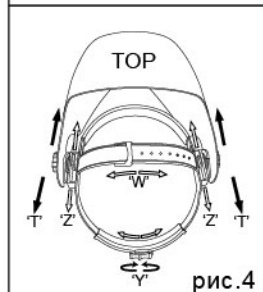

рис.4
Длину окружности оголовья можно увеличить или уменьшить, вращая ручку с нажатием на затылочной части оголовья (см. «Y» на рис.4). Это можно сделать не снимая маски и позволяет получить натяжение, необходимое для надежной фиксации сварочной маски на голове.
• Если наголовник сидит на голове слишком высоко или слишком низко, отрегулируйте ремень, который проходит через макушку. Для этого ослабьте конец ремня, выдавив стопорный штифт из отверстия в ремне. Переместите две части ремня относительно друг друга на требуемую длину и вставьте стопорный штифт в ближайшее отверстие (см.W рис.4).
Шаг 1: Ослабьте гайку фиксатор (см. «Т» на рис.4), для регулировки расстояния между лицом и светофильтром
Шаг 2: Ослабьте гайку фиксатор и двигайте маску к или от вашего лица (см. регулировку «Z» рис.4). Убедитесь, что расстояние между обоими глазами и